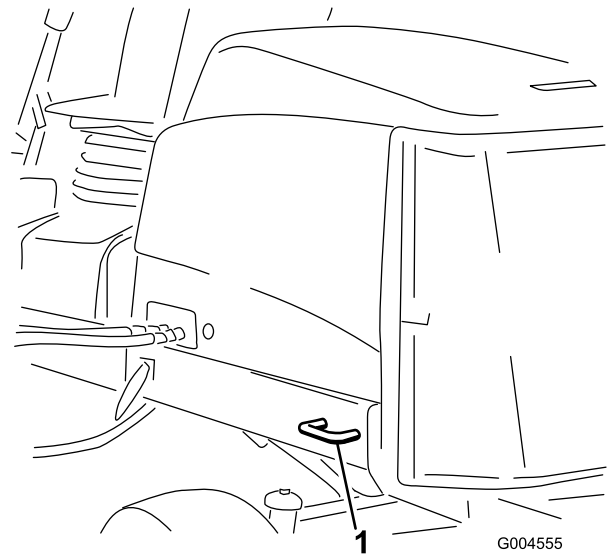

Figura 26
- **Parte trasera de la máquina** – a cada lado de la máquina, en el bastidor trasero (Figura 26).